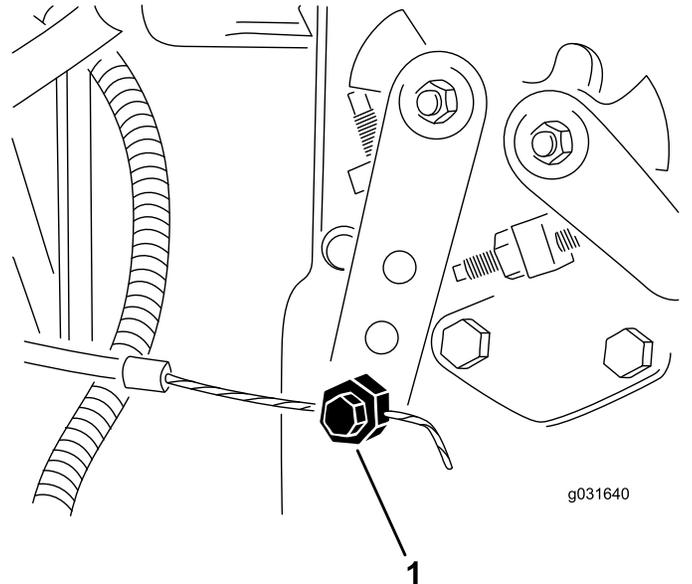

Bild 60
2. L sen Sie den Gaszug-Anschluss am Hebelarm der Einspritzpumpe. (Bild 60).